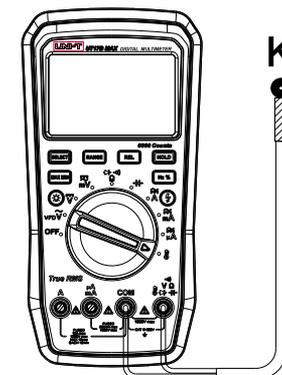

Figure 8
8. Mesure de la température (UT17B MAX & UT18B MAX) (Figure 8)